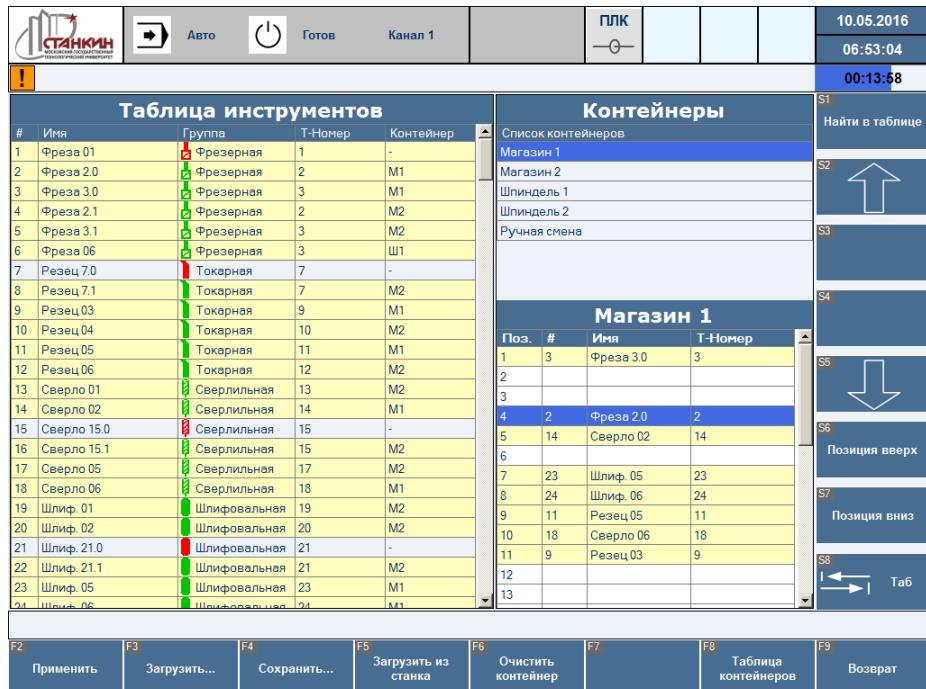

Рисунок 16 – Экран управления инструментами (активно окно в правой нижней части экрана)
3. Если активно окно контейнера, выбранного в окне «Контейнеры» («Магазин 1» в правой нижней части экрана на Рисунок 16):